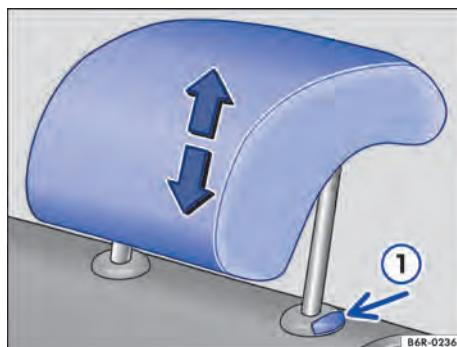

Fig. 62 Desinstalar o apoio para cabeça traseiro.
- Retirar o apoio para cabeça com o botão → Fig. 62 ⓘ pressionado.
- Empurrar o apoio para cabeça para baixo com o botão → **Fig. 62 ①** pressionado.